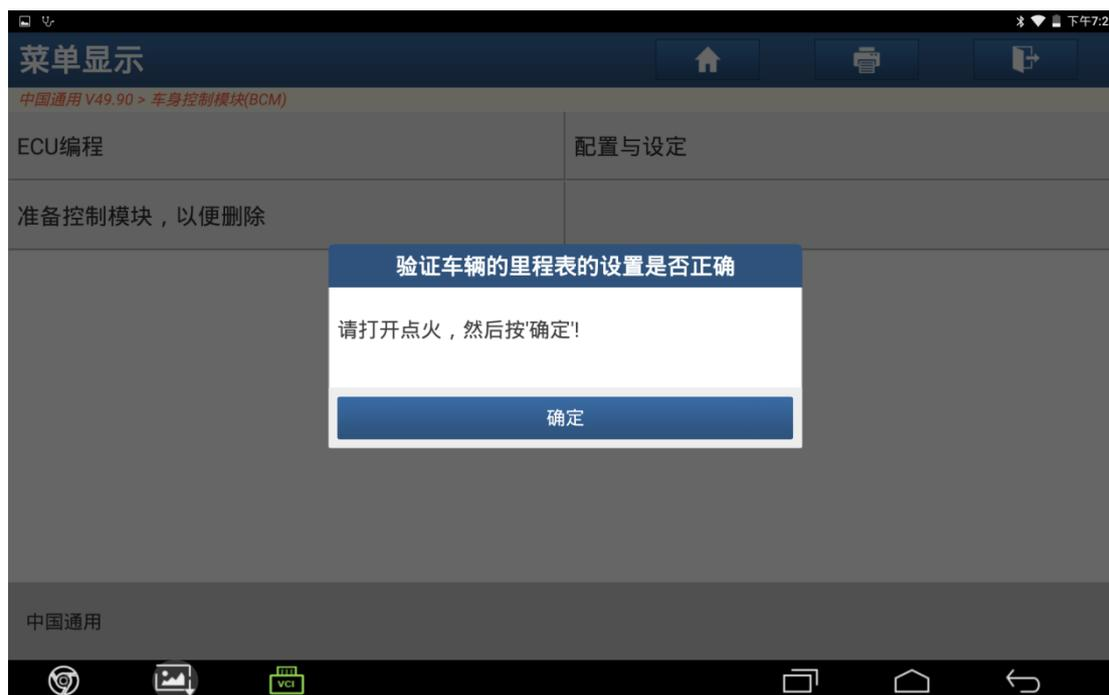

图 28
28). 根据提示操作打开点火开关, 然后点击“确定”, 如图 28;